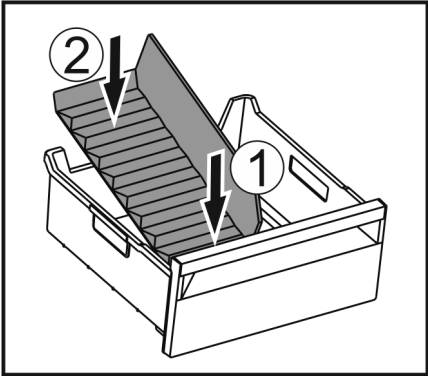

Fig. 172
► 装入冰格分隔器前部。 Fig. 172 (1)
► 将冰格分隔器后部放低至抽屉底部。 Fig. 172 (2)